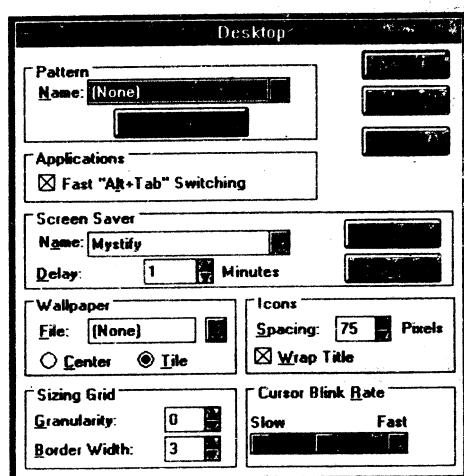
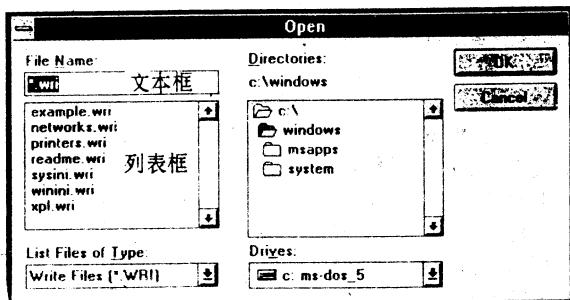

图5 对话框示例一
图6 对话框示例二
下面以图5、图6为例介绍常见的对话框组成形式：
1. 命令按钮 图5右边五个标有命令的矩形按钮，单击执行相应的操作命令。
4. 文本框 图6中 File Name 下长方形框即为文本框，用户可从键盘输入文本(字母、数字和符号)。
6. 选择框 单词或短语前的小方框。图5中 Wrap Title 即是。方格中出现×时表明该选项被选中，反之该选项则被关闭。在一个对话框内，可有几个选择框同时被选中。